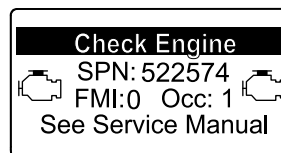

Figura 60
- Advertencia del motor SPN 522574, FMI: 0 (Figura 60)